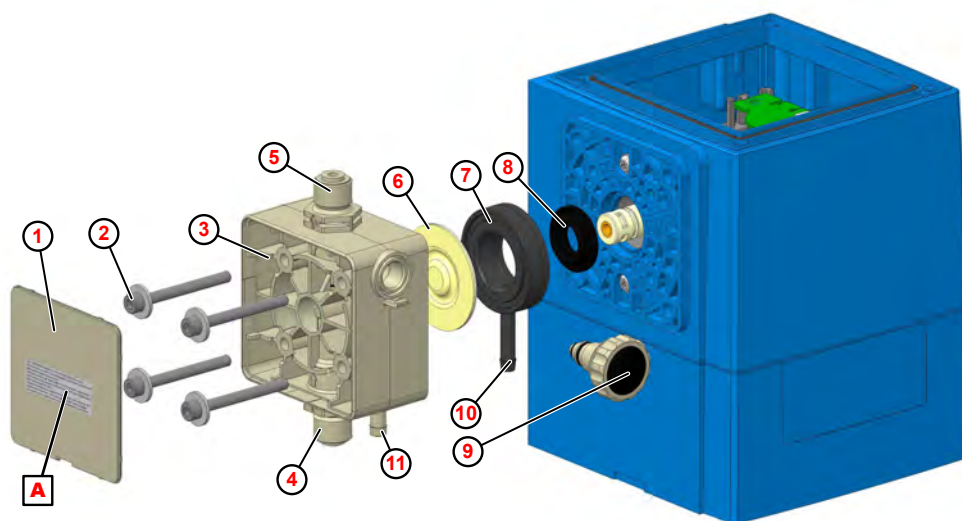

Fig. 23: Sostituzione di testa pompa, membrana e membrana protettiva
1. Svitare la valvola di aspirazione e di mandata (Fig. 23 , ④ e ⑤).
2. Rimuovere la vite di spurgo ⑨ (solo in caso di sostituzione della testa pompa).
3. Rimuovere la piastra di copertura ① sulla testa dosatore.
4. Allentare e togliere le viti della pompa testa ② .
5. Togliere la testa pompa ③ .
6. Svitare la membrana ⑥ .
7. Togliere la piastra intermedia ⑦ .
8. Estrarre la membrana protettiva ⑧ fuori dallo spintore.
10. Inserire la piastra intermedia in modo tale che l'elemento di uscita membrana ⑩ sia rivolto verso il basso.